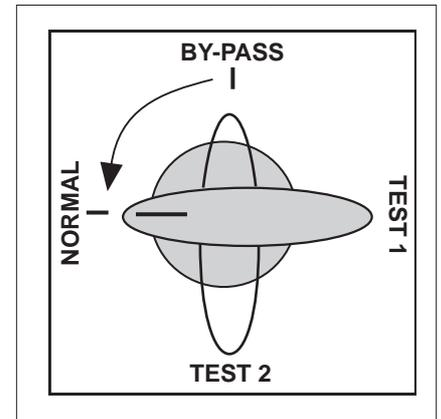

Fig.12
■ tourner le commutateur de by-pass manuel (8) dans le sens indiqué sur la figure 12 : de la position "BY-PASS" à la position "NORMAL" ;